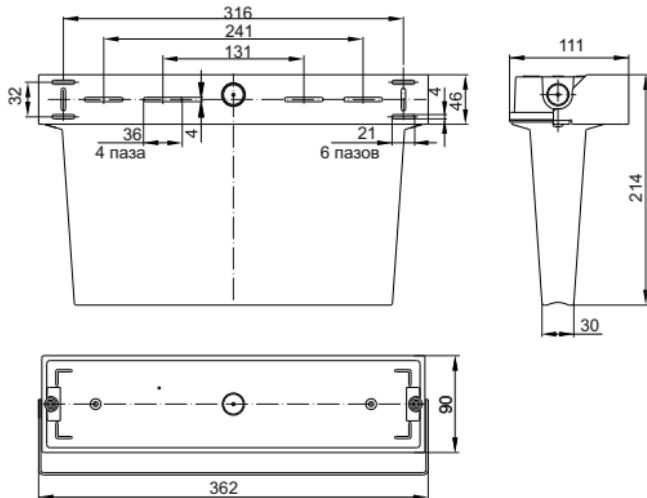

Рисунок 2 – ССА 5043-1; ССА 5043-3
4.8 Светильник серии ССА 5043-1, ССА 5043-3 монтируется на потолок и закрепляется через монтажные отверстия (рисунок 2) при помощи винтов и дюбелей (входящих в комплект поставки).